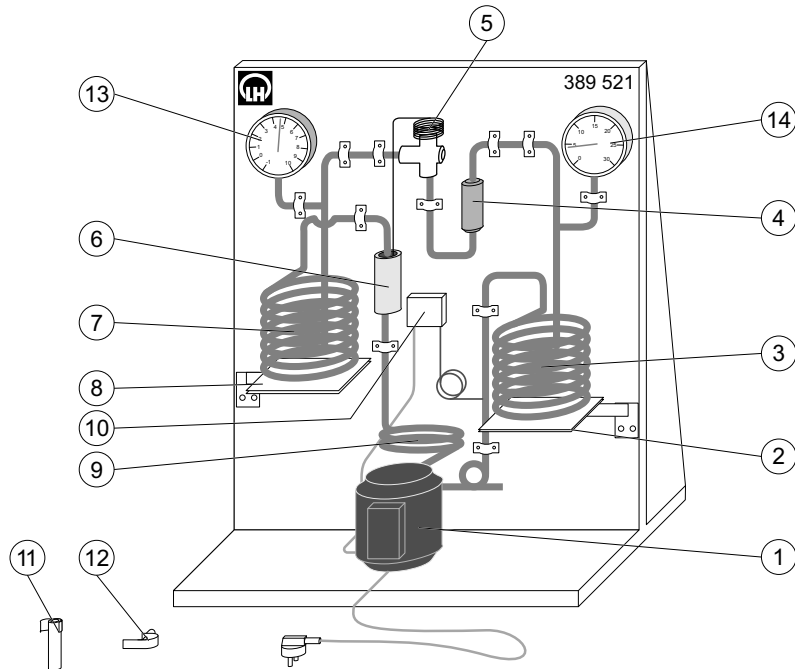

Abbildung 1: Wärmepumpe (Bild übernommen aus [6]) bestehend aus:
- Wärmepumpe mit Kältemittel: R134a = 1,1,1,2 Tetrafluorethan (FCKW-frei) (siehe Abb. 1)